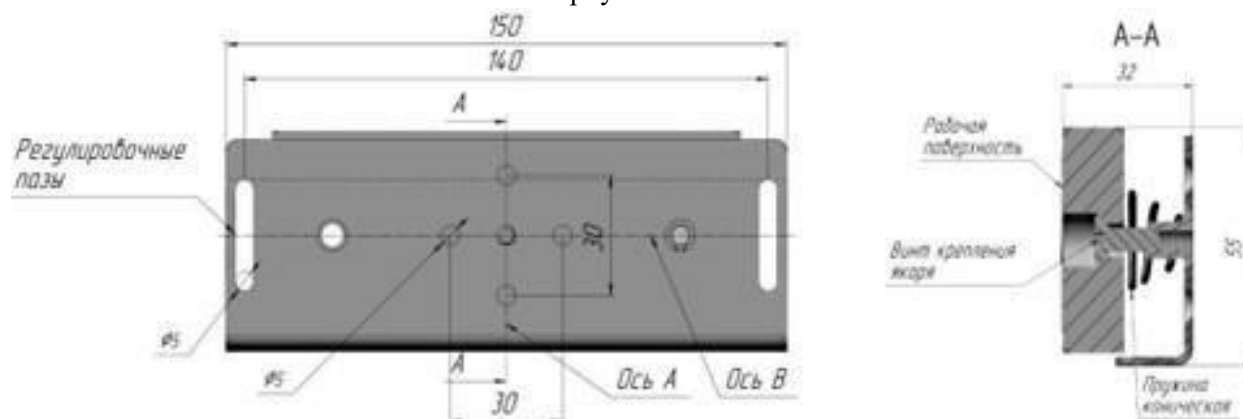

Рис.3 Якорная часть замка FM-26
Для обеспечения совмещения частей замка в поперечном направлении предусмотрены регулировочные овальные пазы в пластине крепления якоря (15) (рис. 3), через которые осуществляется предварительный монтаж якорной части.